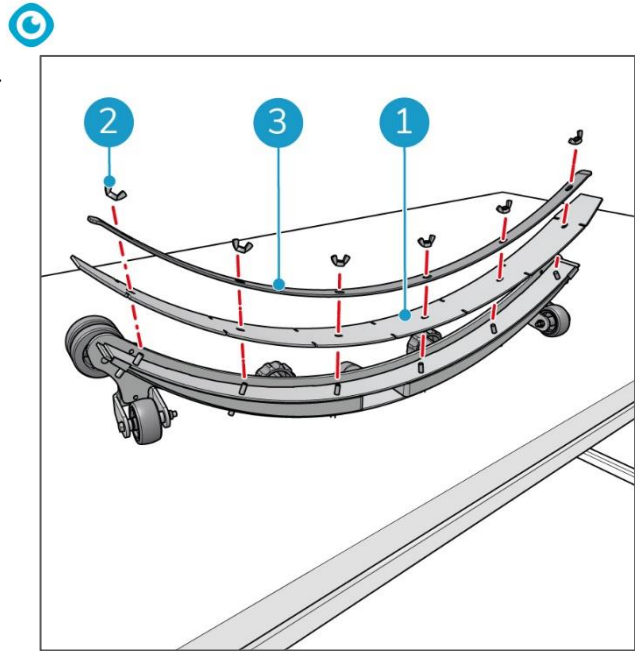

Figura 37
5. Afloja las seis tuercas de mariposa de la hoja delantera (Figura 37, pos. 2).
6. Retira la placa de sujeción de la hoja delantera (Figura 37, pos. 3).
7. Retira la hoja delantera (Figura 37, pos. 1) del cuerpo del escurridor.
Colocación de la hoja delantera. Consulta la sección Figura 37.